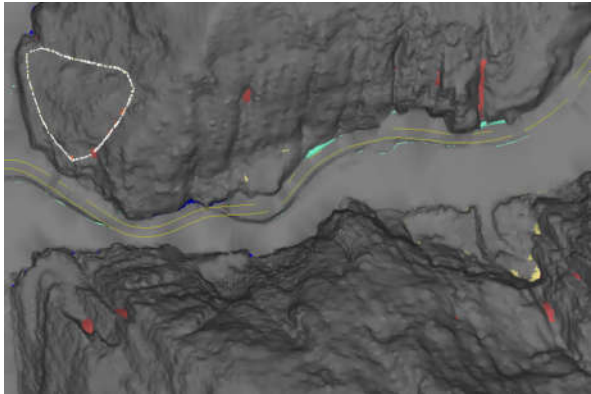

图1 坝址区地表三维模型（俯视）
①地表数据：首先对建模范围划定，为此次坝址区区域，地表的数据，可从卫片、航片、DEM以及工程实地测量得来，根据所研究的对象程度采取不同精度的数据即可。获取了地表的地形数据后，二维空间表现为等高线图，使用等高线的疏密程度来诠释地形的起伏变化，其存在一定的短板^[1]。本次将工程1：500的测量图和高精度的航片数据置于GOCAD建模软件中，利用建模软件最大程度的模拟出真实环境的情况，有利于对地表山体、河流以及地质体的地貌作出更好的判断划分。见图1三维地貌图。